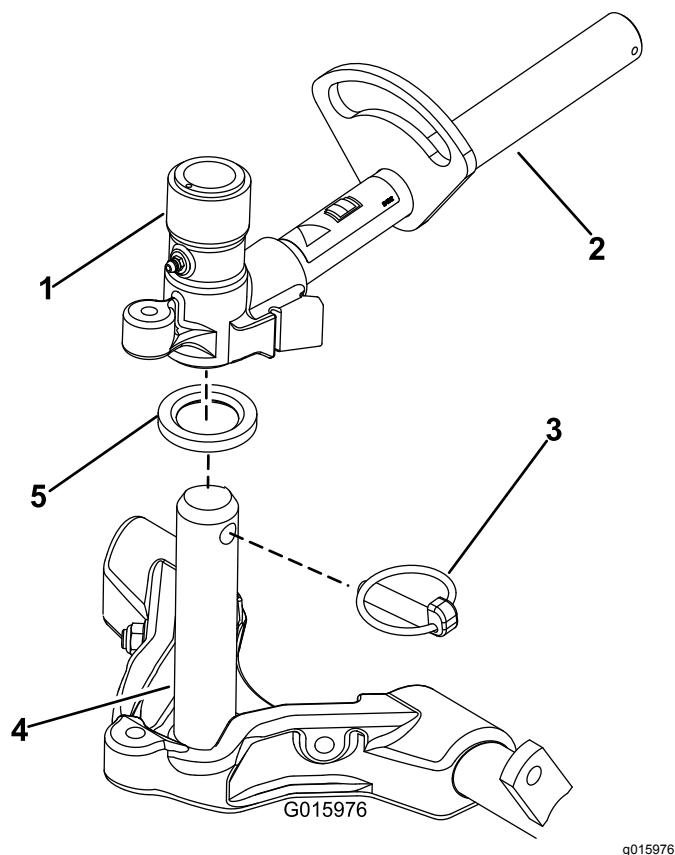

Figura 16
9. Rivestite l'albero del telaio portante di grasso pulito (Figura 16).
10. Per gli elementi di taglio anteriori, infilate un elemento di taglio sotto il braccio di sollevamento mentre inserite l'albero del telaio portante nella forcella di articolazione del braccio di sollevamento (Figura 16).
11. Fissate l'albero del telaio portante alla forcella del braccio di sollevamento con il perno di ritenuta (Figura 16).
- B. Inserite la forcella del braccio di sollevamento nell'albero del telaio portante (Figura 16).